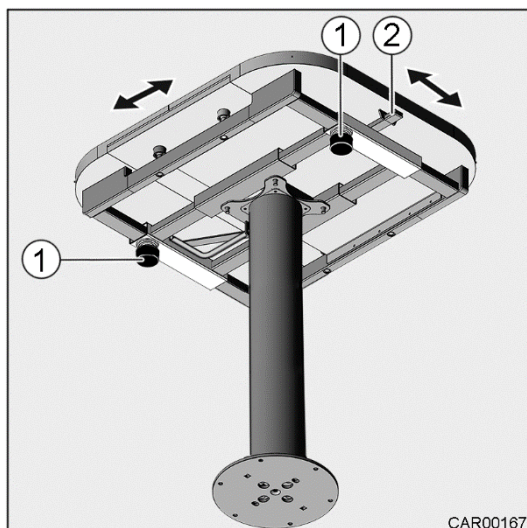
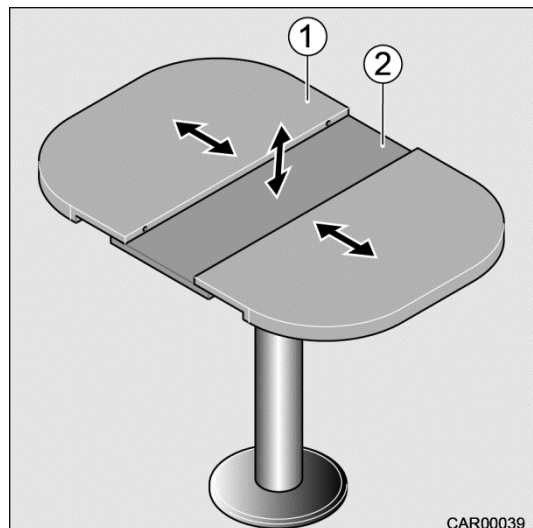

Fig. 69 Dessus de table coulissante
Fig. 70 Dessus de table extensible
1. Actionner les deux poignées tournantes (Fig. 69/1) dans le sens anti-horaire pour débloquer le verrouillage du dessus de table.
3. Actionner les deux poignées tournantes (Fig. 69/1) dans le sens horaire pour bloquer le verrouillage du dessus de table.
1. Pousser le levier (Fig. 69/2) vers le haut et séparer complètement le dessus de table (Fig. 70/1). La partie centrale (Fig. 70/2) pivote vers le haut.
2. Pousser le levier (Fig. 69/2) vers le haut et joindre de nouveau le dessus de table divisé (Fig. 70/1).